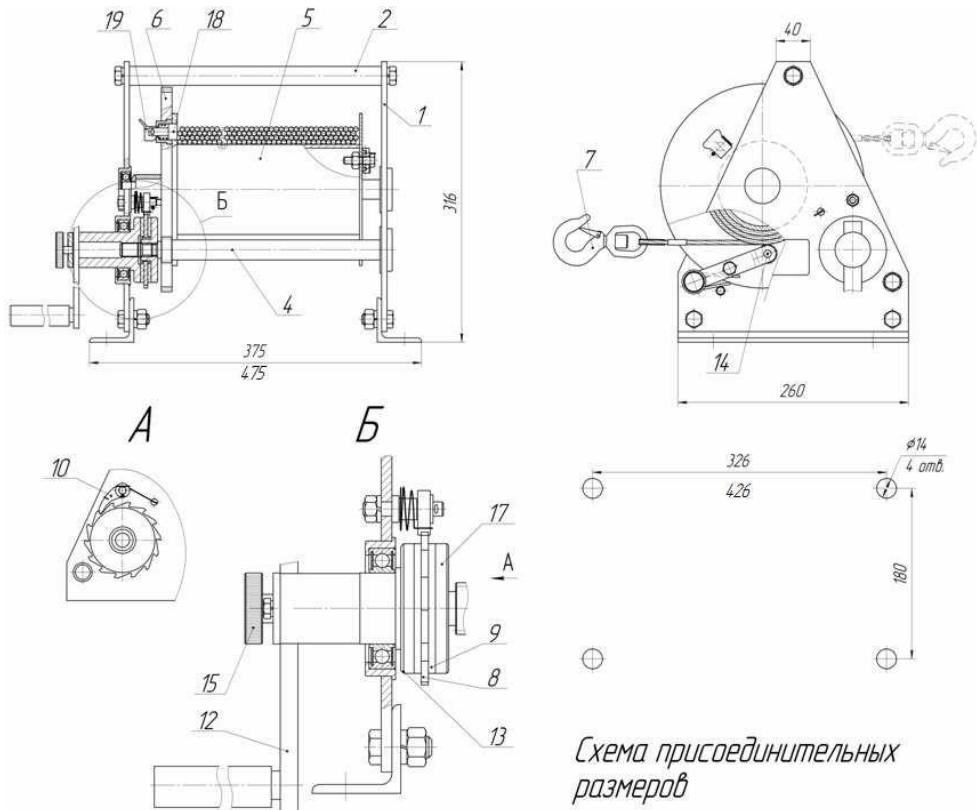

Рис. 1. Лебедка канатная с ручным приводом «Дина-2»
4.1. Лебедка (рис. 1) состоит из корпуса, который представляет собой две щеки 1, соединенные между собой распорными стяжками 2. В корпусе установлены: вал-шестерня 4 и барабан 5 с зубчатым колесом 6; на барабане закреплен канат с грузовым крюком 7. На конце вала-шестерни смонтирован грузоупорный тормоз, состоящий из храповика 8,
два фрикционных накладок 9 и собачки 10. Длина ручки 12 регулируется при помощи стопорного винта 15 в зависимости от веса поднимаемого груза. В нижней части лебедки под барабаном размещен прижимной ролик 14 для более качественной укладки каната на барабан. Для удобства работы можно менять положение выхода каната (см. рис. 1).
- 5.3. Закрепить лебедку четырьмя болтами М12 через отверстия, расположенные в основании. Присоединительные размеры см. рис.1.